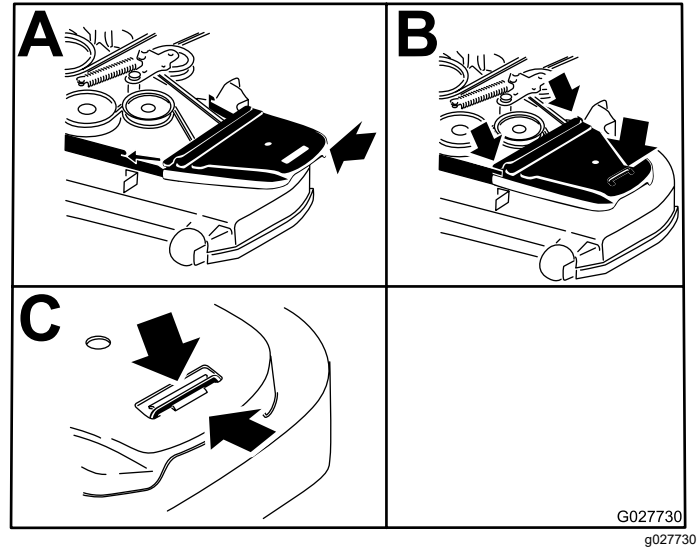

Figura 68
12. Instale las cubiertas de la correa (Figura 68).